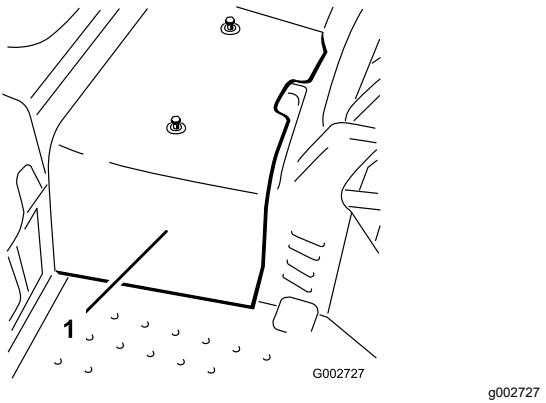

図 42
2. センターシュラウドを機体に止め付けているねじ2本を外してシュラウドを機体から取り外す図42。